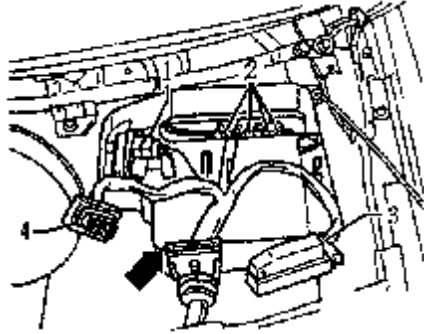

图 4-11 拆卸发动机控制单元
(12) 如图 4-11 所示，松开发动机控制单元保持器的卡箍，拆下发动机控制单元，松开插头，并与控制单元分离。将插头拉离海拔高度传感器（F96）1 及插接点 2，分离线束（箭头所示），并将其移向一侧。